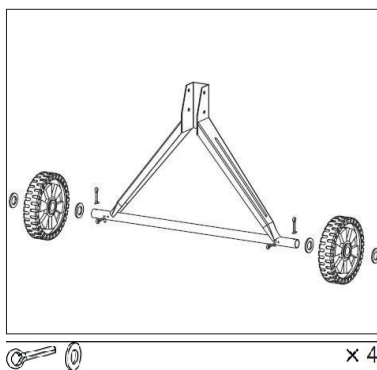

Bild 5
2. Montera sedan hjulenheten på axeln. Montera en bricka till vänster och höger om varje hjul. Hjulen säkras sedan med en säkerhetsnål (fig. 5).